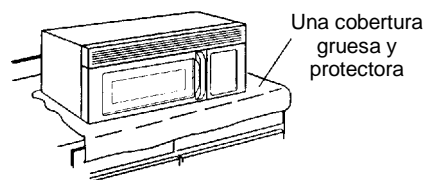

Figura 10
2. Cubra la superficie del mostrador o de la superficie para cocinar con una cubierta gruesa y protectora para evitar que se dañe y ensucie. Vea la figura 10.